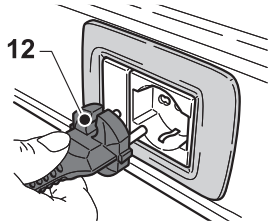

Fig. 9
- Premere l'interruttore (13 Fig. 9) su "I" per avviare il motore di aspirazione, le lampade, se presenti sull'interruttore, si illuminano.
- A seconda della potenza richiesta è possibile avviare un solo motore premendo l'interruttore (13 Fig. 9) su "I" oppure entrambe gli interruttori (13 e 14 Fig. 9) se è richiesta una maggiore forza aspirante. Le lampade, se presenti sull'interruttore, si illuminano.
- Premere gli interruttori (13, 14 Fig. 9) su "0" per spegnere l'apparecchio;